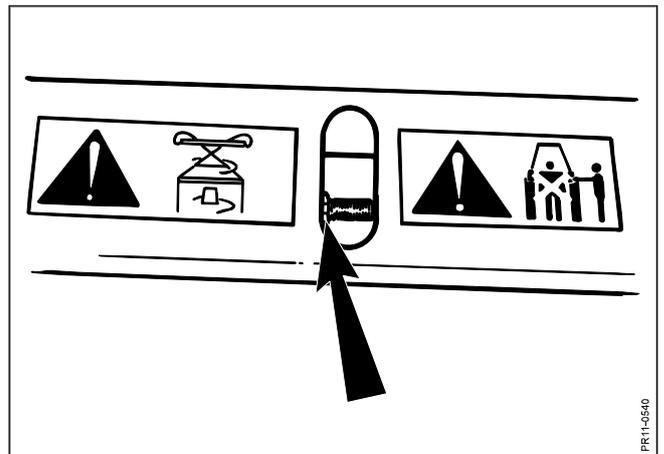

Fig. 1-6
- Fig. 1-6:** La molla di sicurezza viene serrata. La molla viene serrata fino a quando il dado si ferma.